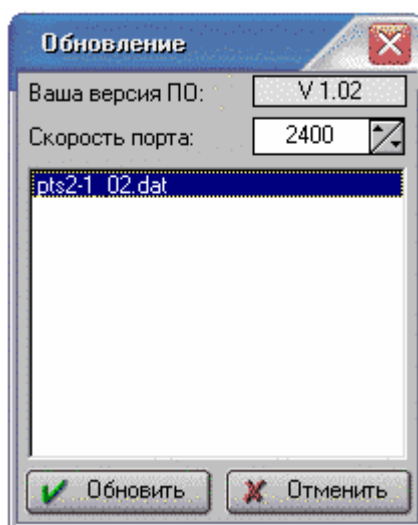

Рис. 4.37. Окно диалога выбора файла и условий обновления
- откроется окно диалога выбора файла и условий обновления программ (рис. 4.37). В данном окне необходимо выбрать скорость связи ПК и объектового устройства и файл обновления. После произведенного выбора нажать на кнопку «Обновить». Если нажать на кнопку «Отменить», то окно диалога закроется и программа останется в прежнем режиме;